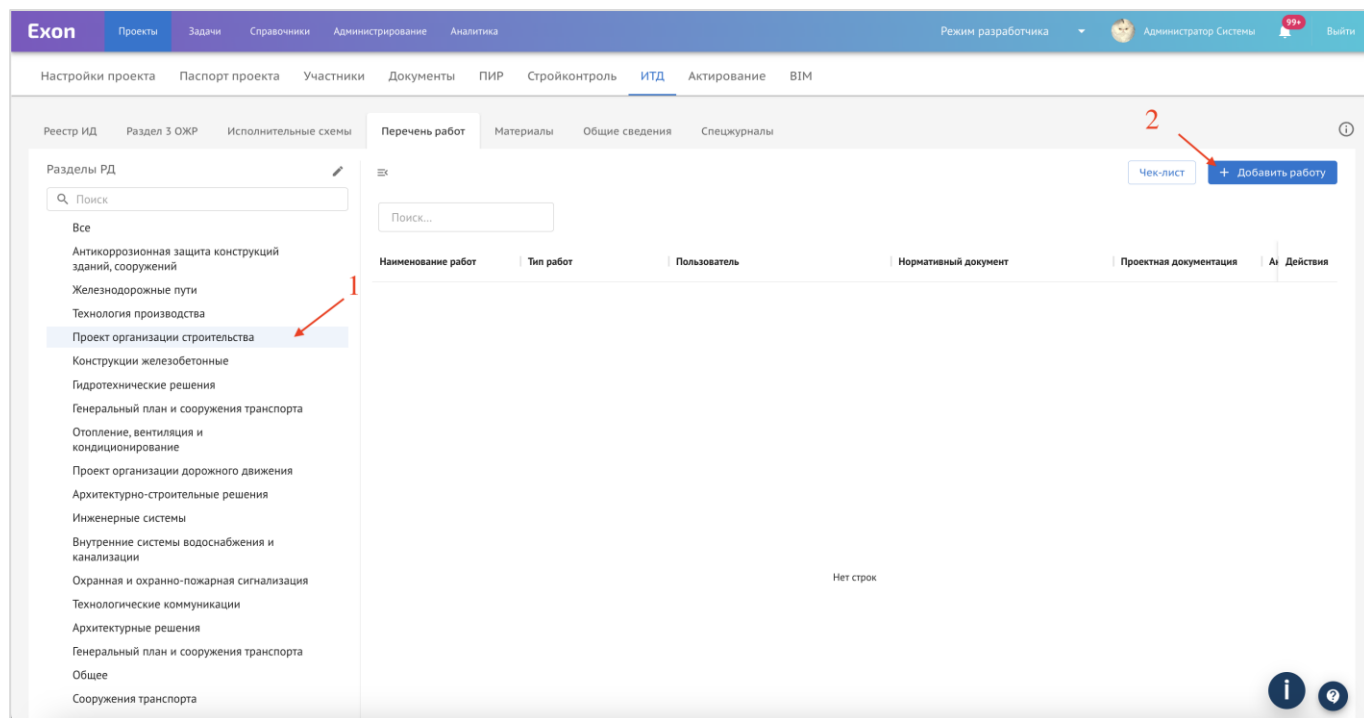

Рис. 27 – Добавление работы в Перечне работ
1. Выбрать соответствующий работе раздел РД и нажать на «+ Добавить работу» (рис. 27);